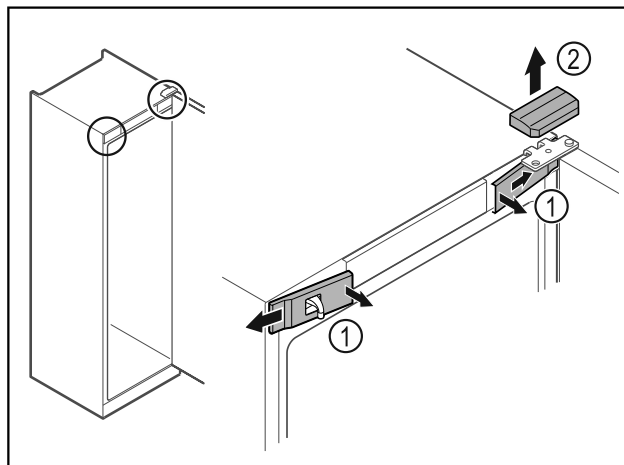

Fig. 4
- Desencajar las cubiertas delanteras Fig. 4 (1) del interior y dejarlas a un lado.
- Retirar hacia arriba la cubierta superior Fig. 4 (2).